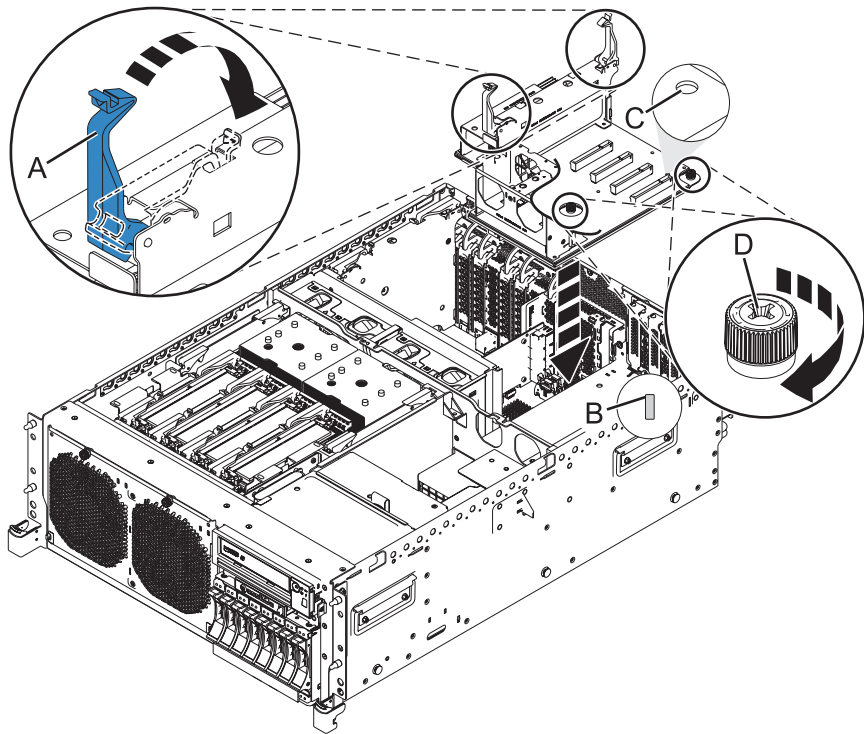

Figura 39. Instalar um riser de expansão numa unidade de sistema instalada em bastidor
13. Alinhe cuidadosamente o orifício do riser de expansão **(C)** com a respectiva parte macho **(B)** na placa do sistema e baixe-o até que o riser esteja colocado horizontalmente na placa do sistema. Consulte a Figura 39 na página 48.